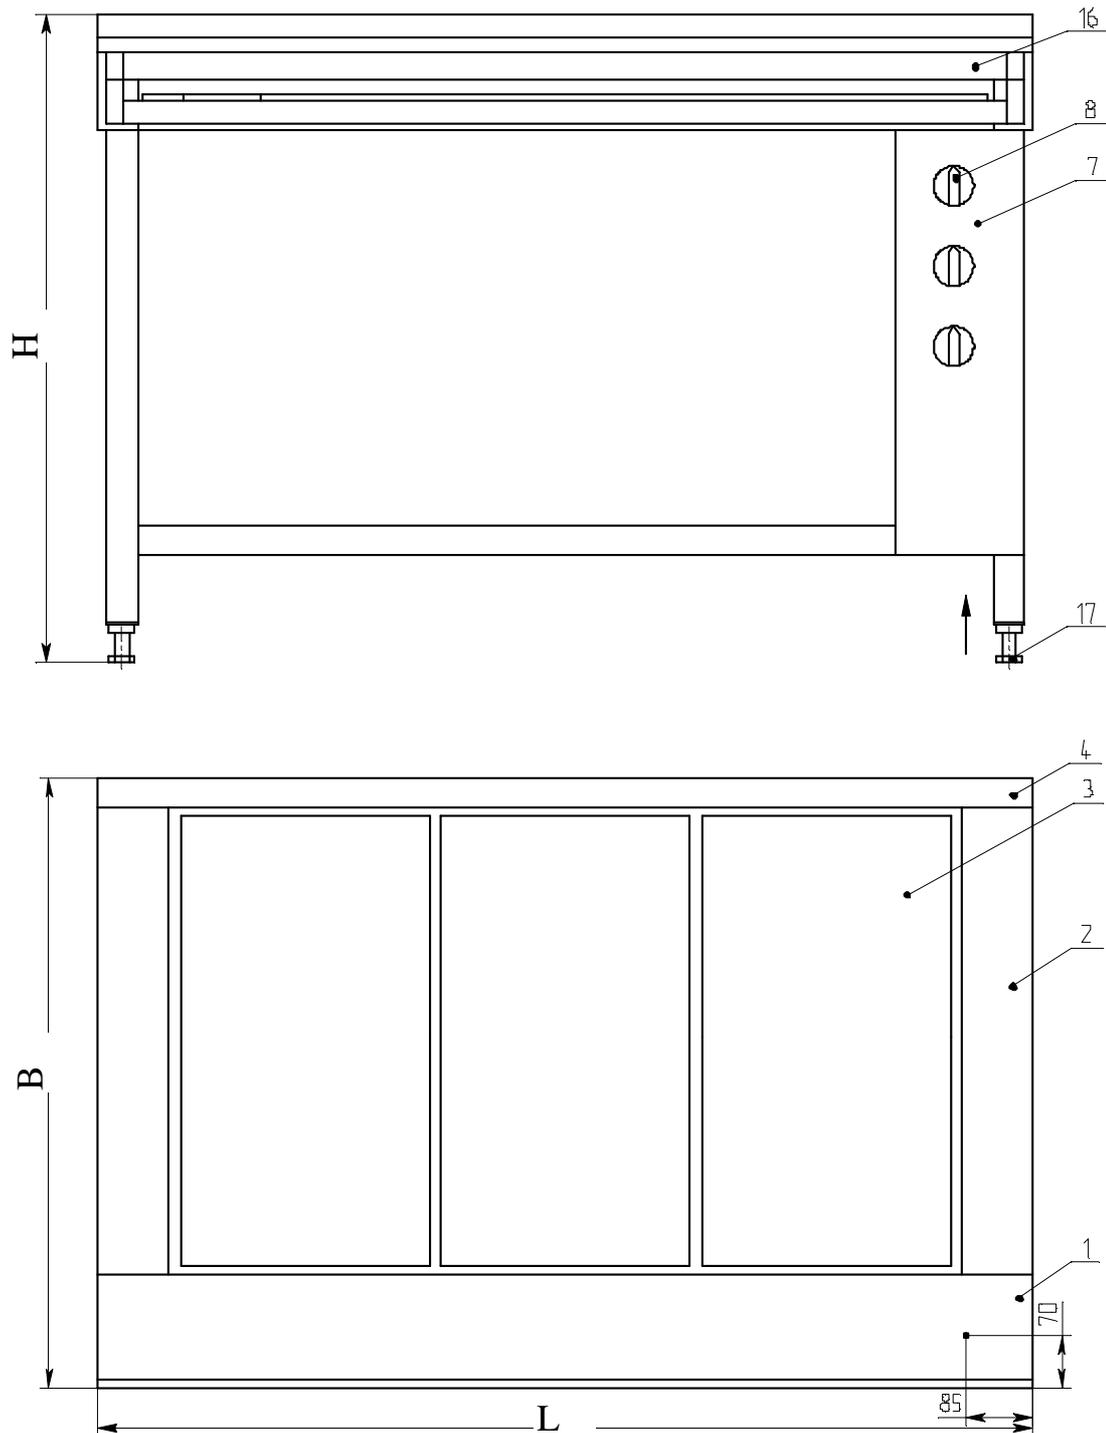

Рис.1
5.1. Плиты электрические ПЭ (рис.1) могут иметь от 1 до 6 конфорок, которые устанавливаются на каркасе при помощи регулировочных болтов и позволяют устанавливать рабочую поверхность конфорок в одной плоскости со столом 1. Конфорки крепятся к каркасу шпильками..
Устройство конфорки площадью 0,17 м² показано на рис.1а, площадью 0,09 м² и 0,12 м² на рис.1б.
Рис.1а: